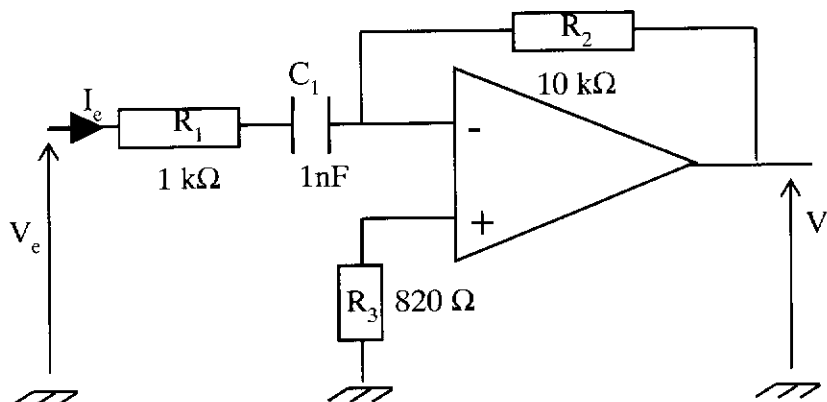

Figure 4
2) On considère le circuit ci-dessous (figure 4)